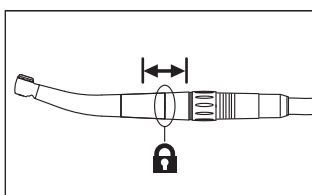

図3
- 2 取り付け後はハンドピースを押し引きして接続されていることを確認します（図3）。